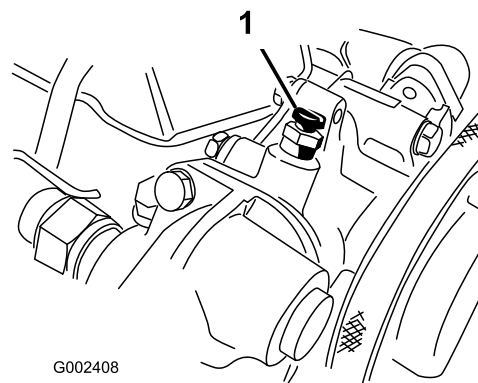

Figura 65
6. Abra el tornillo de purga de aire situado encima de la bomba de agua (Figura 65).